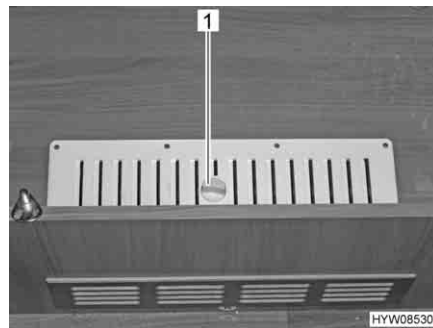

Fig. 47 Alimentazione aria fresca nell'armadio guardaroba (a seconda del modello)
- Ruotare la maniglia girevole (Fig. 47,1) sulla griglia a lamelle dell'armadio guardaroba finché le lamelle non sono completamente aperte. L'aria fresca fluisce nell'abitacolo e nell'armadio guardaroba attraverso la griglia a lamelle.
- Ruotare la maniglia girevole (Fig. 47,1) sulla griglia a lamelle dell'armadio guardaroba finché le lamelle non sono completamente chiuse. Tutta l'aria fresca fluisce nell'abitacolo attraverso la griglia a lamelle.